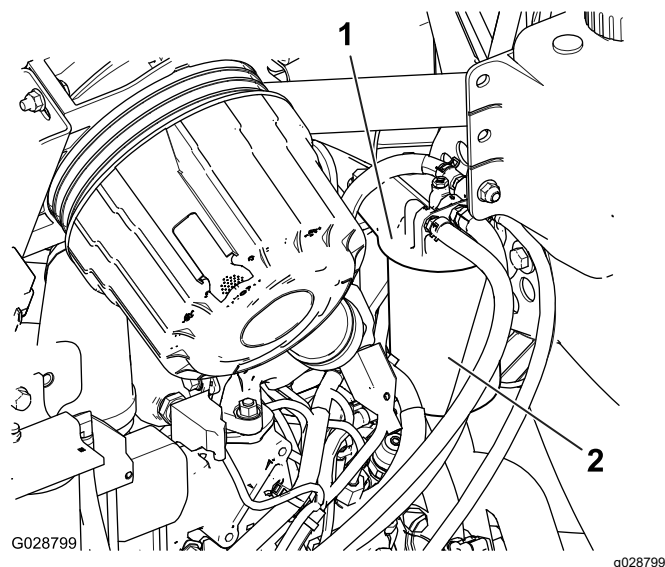

図 65
1. 燃料フィルタのヘッドの周囲をきれいに拭く図 65。
2. フィルタを外してフィルタヘッドの取り付け部をきれいに拭く図 65。